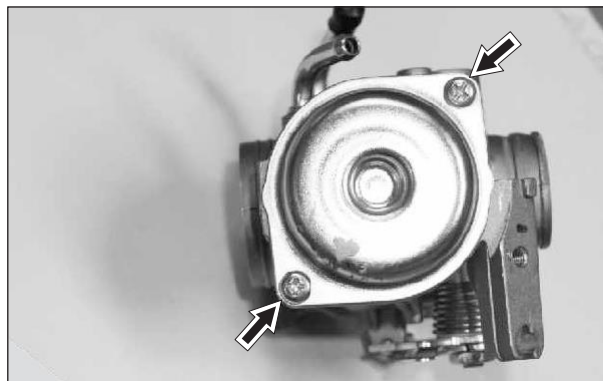

Fig.4.14
- Retire los 2 tornillos de la tapa del diafragma y retire la tapa. (Fig. 4.14)